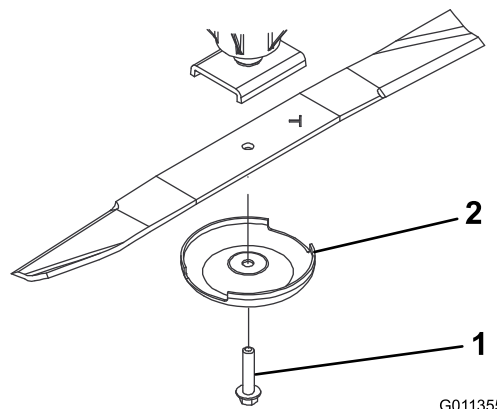

Рисунок 74
2. Возьмитесь за конец ножа рукой в перчатке на толстой подкладке или через слой ветоши. Снимите болт ножа, защитный колпак и нож с вала шпинделя (Рисунок 74).
3. Установите нож (полотном в направлении деки газонокосилки) вместе с защитным колпаком и болтом ножа (Рисунок 74).